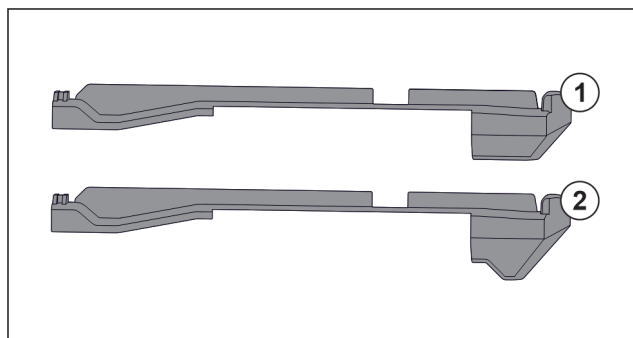

Fig. 149 Confronto degli elementi inseribili
Nell'apparecchiatura si trovano due diversi elementi inseribili. L'elemento inseribile sopra il cassetto più in basso Fig. 149 (2) presenta un bordo triangolare. Tutti gli altri elementi inseribili Fig. 149 (1) dispongono di un bordo dritto.
- Applicare l'elemento inseribile Fig. 149 (2) con il bordo triangolare sopra il cassetto più in basso.
- Applicare l'elemento inseribile Fig. 149 (1) con il bordo dritto su tutti gli altri punti.